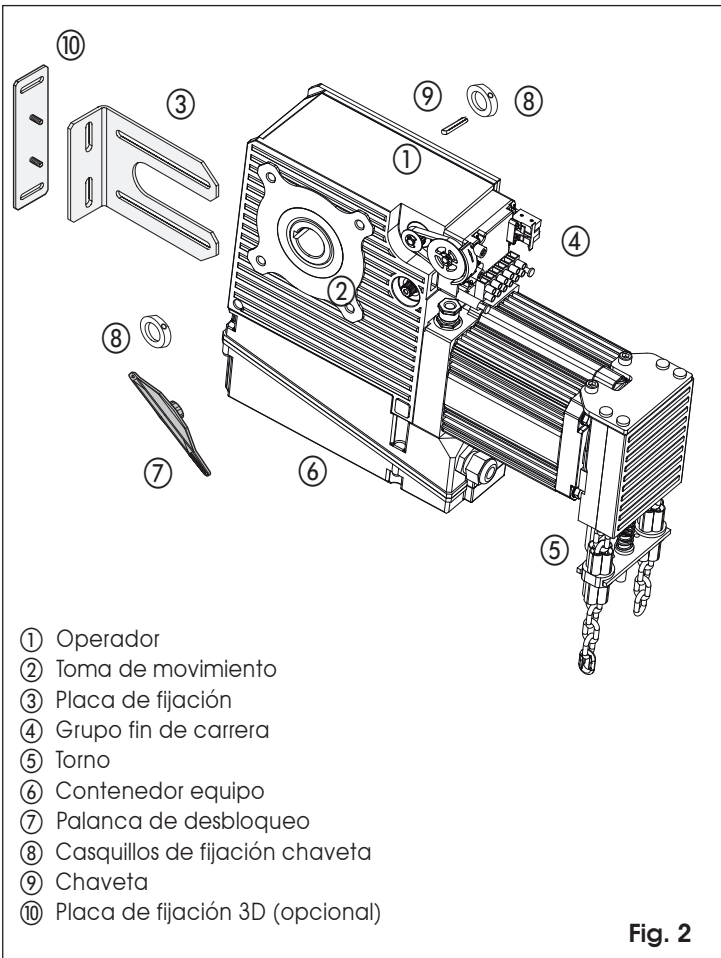

Fig. 2
- Introduzcan en el árbol el primer casquillo de fijación de la chaveta y seguidamente introduzcan la chaveta (véase fig. 2 ref. 8 y 9).